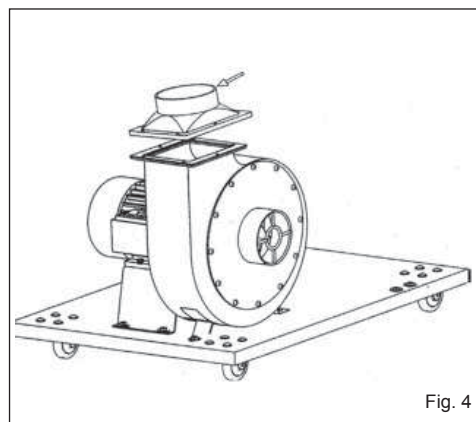

Fig. 4
3. Fissare l'insieme motore/convogliatore con i montanti neri usando le apposite viti, rondelle e dadi (**Fig. 4**).